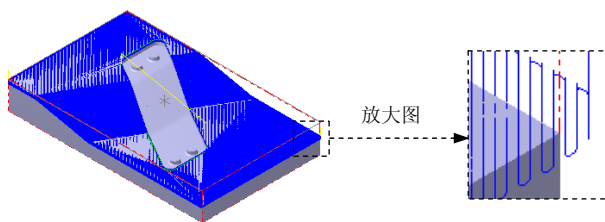

图 14.35 刀具路径
(1) 设置曲面参数。在“曲面精加工平行铣削”对话框中单击 **曲面参数** 选项卡，在 **加工面** 文本框中输入 0.0。
(2) 设置精加工平行铣削参数。在“曲面精加工平行铣削”对话框中单击 **精加工平行铣削参数** 选项卡。然后在 **整体误差 (T)...** 文本框中输入值 0.01，在 **大切削间距 (M)** 文本框中输入值 0.5；在 **切削方式** 下拉列表中选择 **双向** 选项；在 **加工角度** 文本框中输入值 135。
(3) 单击 **间隙设置 (G)...** 按钮，在系统弹出的“刀具路径的间隙设置”对话框中的 **允许的间隙** 区域中选中 **距离** 单选项，在 **距离** 文本框中输入 5.0；选中 **切削顺序最佳化** 复选框，在 **切线的长度** 文本框中输入 2.0。
(4) 单击 **✓** 按钮，系统返回至“曲面精加工平行铣削”对话框。
Step5. 单击“曲面精加工平行铣削”对话框中的 **✓** 按钮，同时在图形区生成图 14.35 所示的刀具路径。